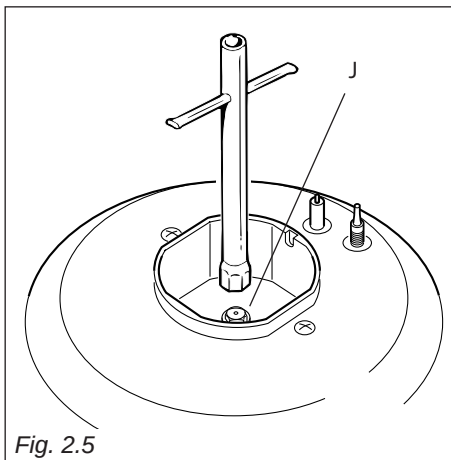

Fig. 2.5
- Con una chiave fissa sostituire gli ugelli “J” (fig. 2.5) con quelli idonei per il gas da utilizzare.